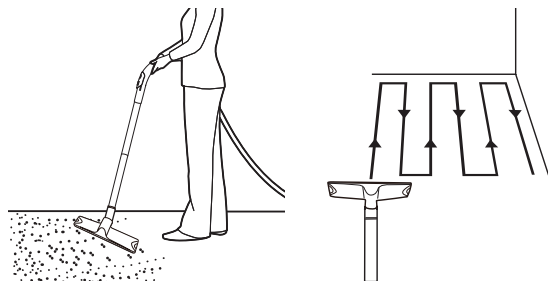

Fig. 21
- > Conecte o(s) tubo(s) de extensão (14) no manípulo da mangueira (13a), se necessário.
- > Mova ligeiramente sobrepondo linhas. O padrão mais eficiente são linhas direitas ao longo de um dos lados. Isto irá manter as linhas direitas e assegurar que toda a superfície de trabalho fica limpa sem falhar qualquer local (Fig. 21).